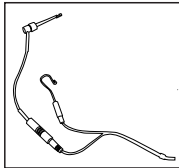

Bild 3
c) Achten Sie darauf, den Stecker nicht zu treffen. Halten Sie das Gerät fern. Stecken Sie die Feilenklammer und den Lippenhaken jeweils in die beiden Buchsen des Messdrahtes. Wenn der Apex Locator allein verwendet wird, gibt es keinen Unterschied zwischen dem grauen und dem weißen Ende des Messdrahtes [Abbildung 3]. Wenn der Apex Locator jedoch an den Endo Motor angeschlossen ist, verbinden Sie das weiße Ende mit dem Lippenhaken und das graue Ende wird aufgehängt.